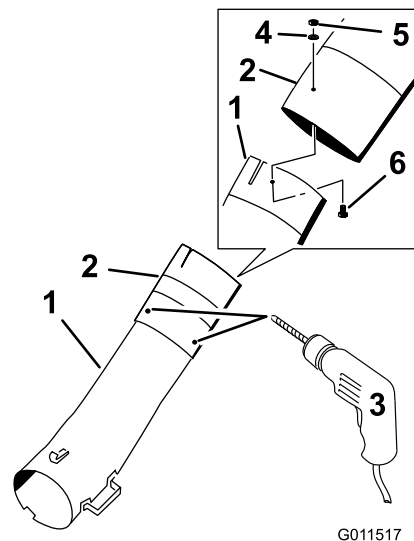

Bild 21
- 3. Verwenden Sie die drei Löcher oder Vertiefungen im mittleren Rohr als Schablone und bohren Sie 3 Löcher (Durchmesser von 7/32") an der Stelle, an der das untere und mittlere Rohr verbunden sind (Bild 21).
- 4. Befestigen Sie das untere und mittlere Rohr lose mit drei Schrauben (Nr. 10 x 3/4"), drei Flachscheiben (7/32") und drei Sicherungsmuttern (Nr. 10) (Bild 21).